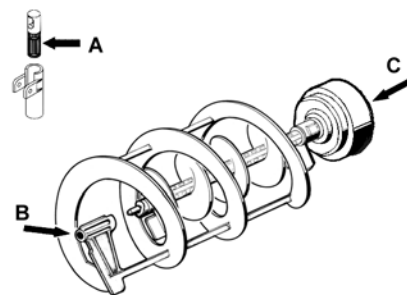

figure 12
- 2 Lubrifier le piston du robinet, le racloir intérieur et le racloir extérieur (aux points A, B et C indiqués en figure 12) en utilisant uniquement la graisse fournie par le fabricant ou d'autres graisses à usage alimentaire.